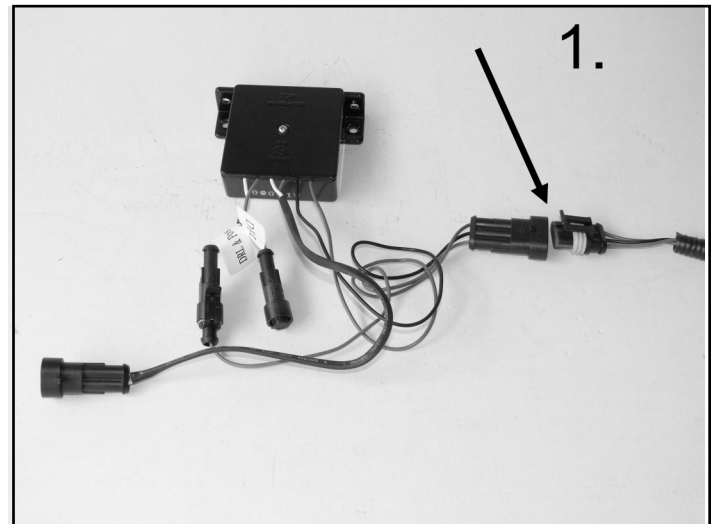

Bild9
- **3-poligen Stecker** in Richtung der jeweiligen Steuergeräte Verlegen und mit diesem verbinden. (Bild9 /Punkt1)